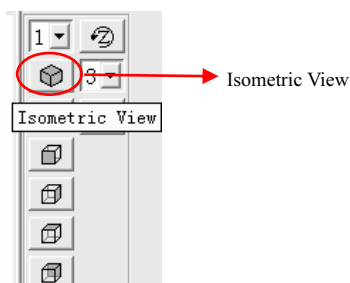

图 2-82 视图工具条
(1) 单击操作界面右侧视图工具条上的“Isometric View”按钮（见图 2-82）。将视图改为轴测图。